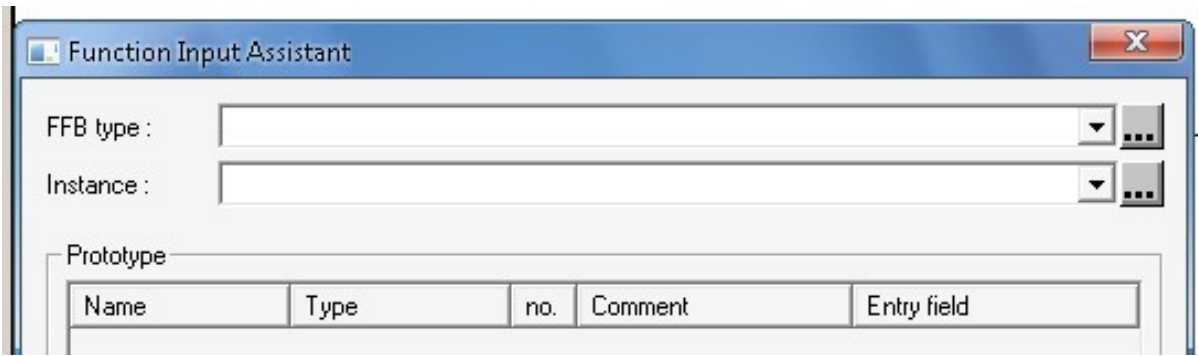

Рисунок 21 – Вікно додавання FFB
- у вікні, що з'явилося, натиснути «...» у рядку «FFB type» (рисунок 21);